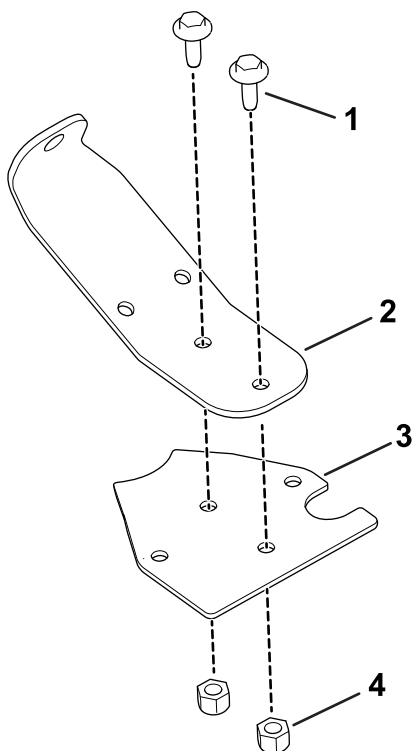

Figure 30
2. Avec 2 vis à embase ($\frac{1}{4}$ "-20 x $\frac{5}{8}$ ") et 2 écrous à embase ($\frac{1}{4}$ "), fixez le support de vannes sur la base du faisceau (Figure 30).